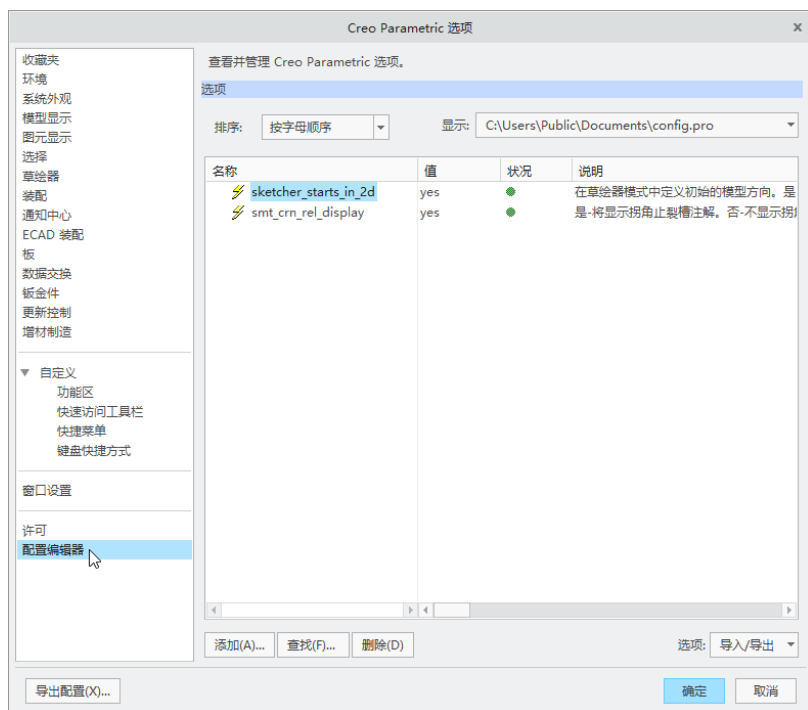

图 4-4 在“Creo Parametric 选项”对话框中选择“偏置编辑器”类别
- (1) 选择“文件”→“选项”命令，打开“Creo Parametric 选项”对话框。
- (2) 在“Creo Parametric 选项”对话框中选择“配置编辑器”类别，如图 4-4 所示。